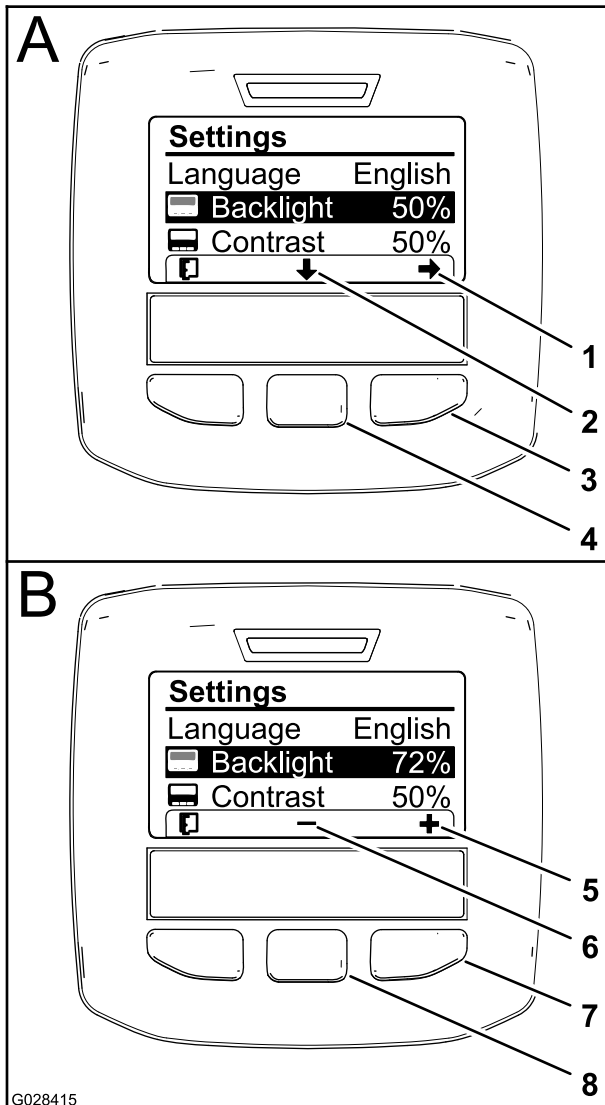

Figura 64
abajo en la pantalla) para mover la opción seleccionada hacia abajo a Retroiluminación (Figura 64).
- Pulse el botón de selección derecho para mostrar el menú contextual Ajuste de valor (Figura 64).
- Utilice los botones de selección central y derecho para modificar el nivel de brillo de la pantalla (Figura 64).
- Pulse el botón de selección izquierdo (el botón situado debajo del icono de lista de la pantalla) para guardar la selección, salir del menú Retroiluminación y volver al menú Configuración (Figura 64).
- Para ajustar el nivel de contraste de la pantalla, pulse el botón de selección central (el botón situado debajo del icono de flecha abajo en la pantalla) para mover la opción seleccionada hacia abajo a Contraste (Figura 64).
- Pulse el botón de selección izquierdo (el botón situado debajo del icono de Lista de la pantalla) para guardar la selección, salir del menú Contraste y volver al menú Configuración (Figura 64).
- Pulse el botón de selección izquierdo para salir del menú Configuración y volver al Menú principal (Figura 62 y Figura 64).
- Pulse el botón de selección izquierdo para volver a la pantalla de Inicio (Figura 64).